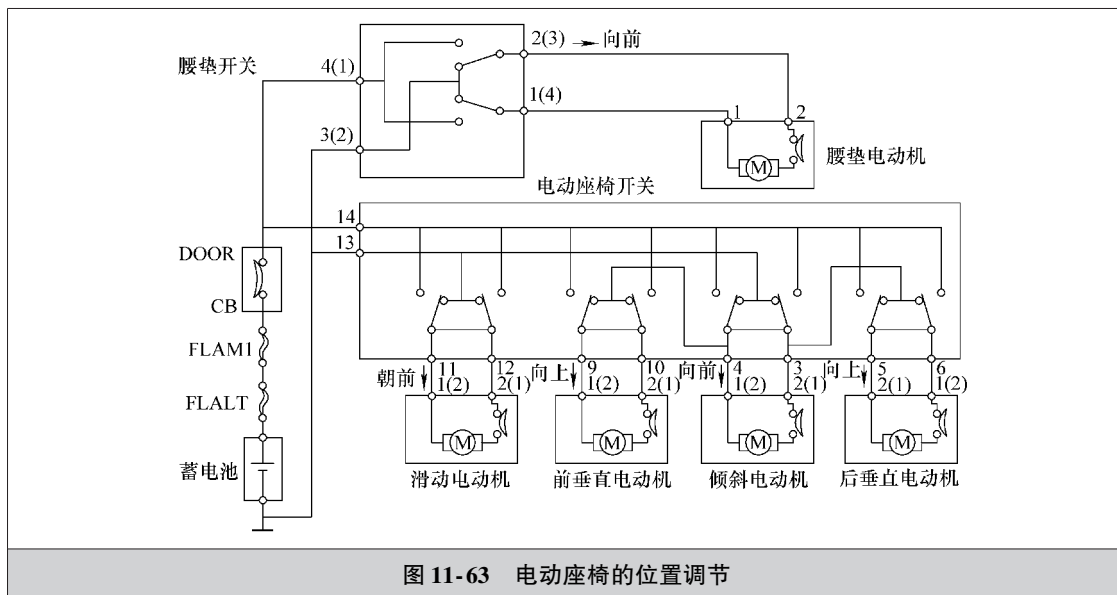

图 11-63 电动座椅的位置调节
如图 11-63 所示，闭合倾斜电动机的前进方向开关，即端子 4 置于左位时，电流走向为：蓄电池正极→FLALT→FLAM1→DOOR CB→端子 14→（倾斜开关“前”）→端子 4→1(2) 端子→倾斜电动机→2(1) 端子→端子 3→端子 13→搭铁。此时，座椅靠背向前倾。